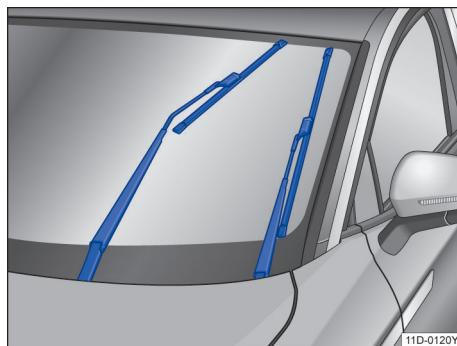

图 130 处于维护位置的刮水片
- 将风窗玻璃刮水器拨杆向上拨至点动刮水位置。使刮水器处于维护位置→图 130。